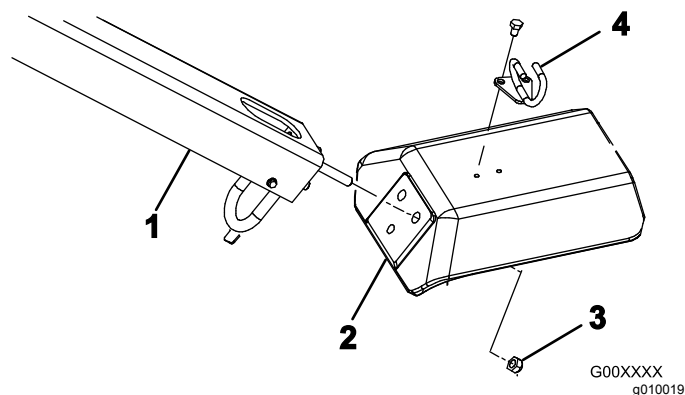

Figure 4
2. Insérez les goujons de fixation du timon dans les trous de la fourche (Figure 4).
3. Fixez les goujons à la fourche (Figure 4) avec 3 contre-écrous (1/2").
5. Montez le guide-câble en haut de la fourche (Figure 4) avec 2 boulons (5/16" x 1/2").